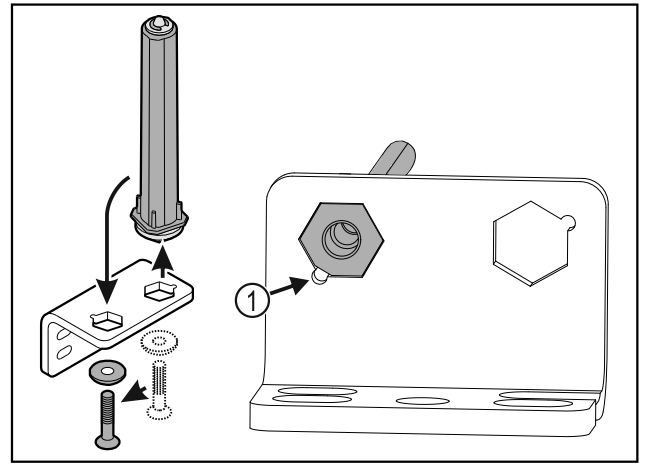

Fig. 29
- ▶ Varmista, että pultin viiste Fig. 29 (1) osoittaa pyöreää aukkoa kohti, kun se asetetaan paikalleen.